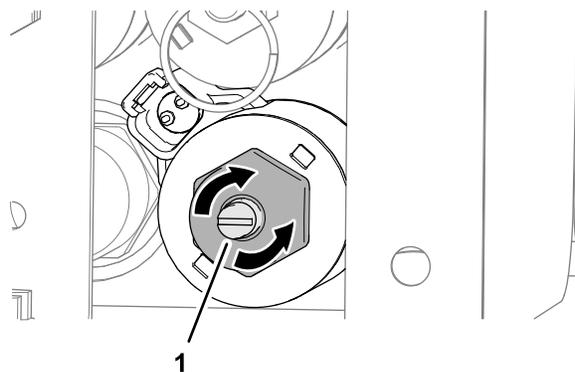

図 33
- 優先バルブの六角ヘッドねじを右に回すとフロア速度が増大する 図 33。